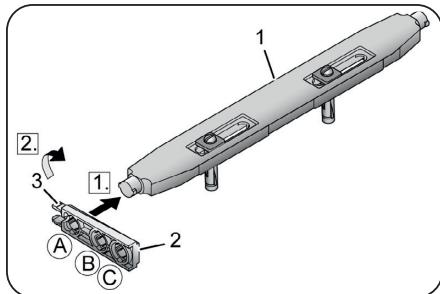

Fig. 4
2. Insérez le pont d'appui (1, figure 4) dans l'un des trous A, B ou C des supports en hauteur (2, figure 4), en fonction de la hauteur d'assise souhaitée.
3. Tournez les supports de hauteur de 90°. Les ergots d'arrêt (3, fig. 4) doivent être orientés vers le haut.